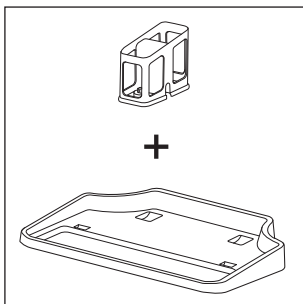
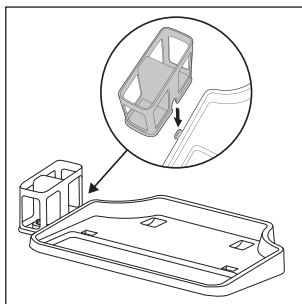

Fig. 4
Fig. 5
- ♦ La stazione di parcheggio e pulizia è costituita da una base **4** e da un supporto del rullo a spazzola **5** (vedere fig. 4). Per montare la stazione di parcheggio e pulizia, spingere il supporto del rullo a spazzola **5** lateralmente nell'apertura della base **4**. Spingere in basso il supporto del rullo a spazzola **5** finché non s'innesta udibilmente nell'apertura e non resta attaccato saldamente alla base **4** (vedere fig. 5).